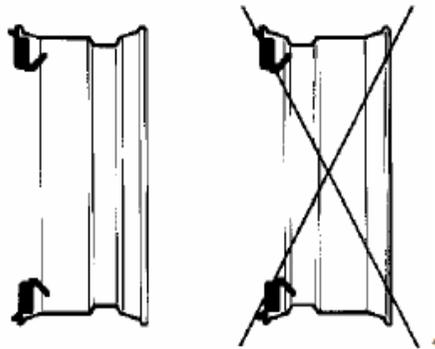

Рис.14
**ВНИМАНИЕ! МОНТАЖНЫЙ РУЧЕЙ ДИСКА (ЕСЛИ ИМЕЕТСЯ) ДОЛЖЕН БЫТЬ РАСПОЛОЖЕН В СТОРОНУ ОТ СТАНКА (Рис.14).**